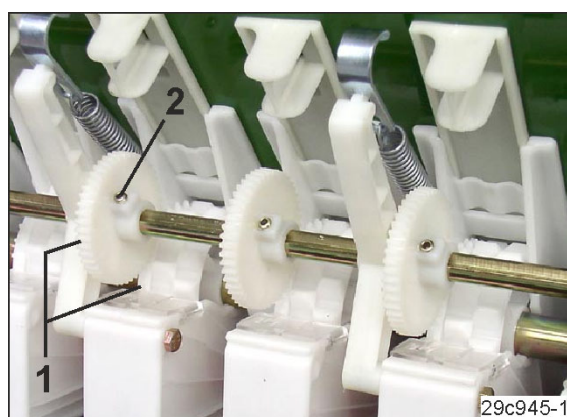

Fig. 222
6. Mettre en prise les dents (Fig. 222/1) du pignon d'entraînement et les roues de distribution fines graines de jalonnage.
7. Serrer sans contrainte les vis à six pans creux (Fig. 222/1) des roues dentées dans l'évidement de l'arbre de jalonnage.